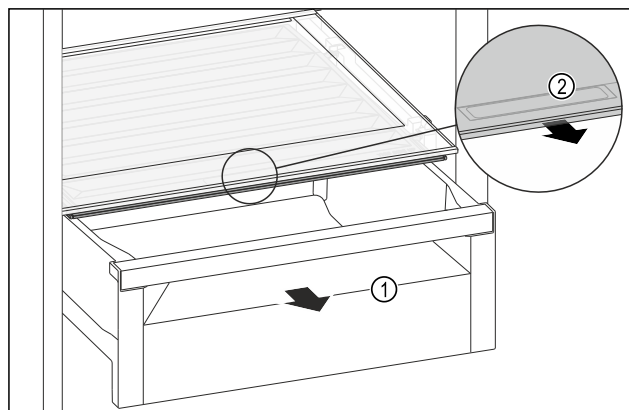

Fig. 108
- ▶ Wyciągnąć szufladę Fig. 108 (1).
- ▶ Chwycić uchwyt wpuszczany Fig. 108 (2) na pokrywie komory i pociągnąć pokrywę jednocześnie do przodu.